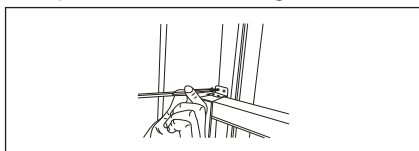

Fig. 16
6. For at sikre det sænkede skydevindue på plads fastgøres den vinkelrette vindueslås med en 12,7 mm (1/2")-skrue som vist (fig. 16).